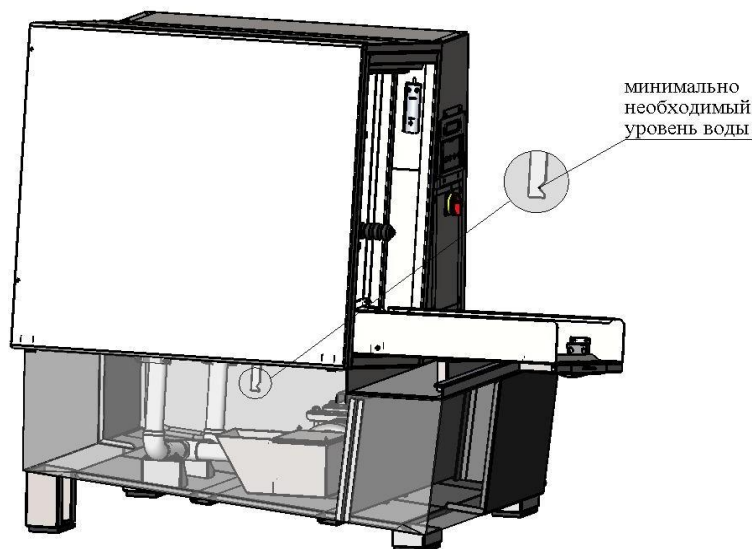

Рис. 4.
4.3. Подключить стенд к системе заземления, втулка (болт) заземления расположен на правой задней опоре ванны рис.4.
4.7 Подключить стенд к имеющейся пневмосистеме через переходник (рис.4), расположенный на задней стенке изделия.